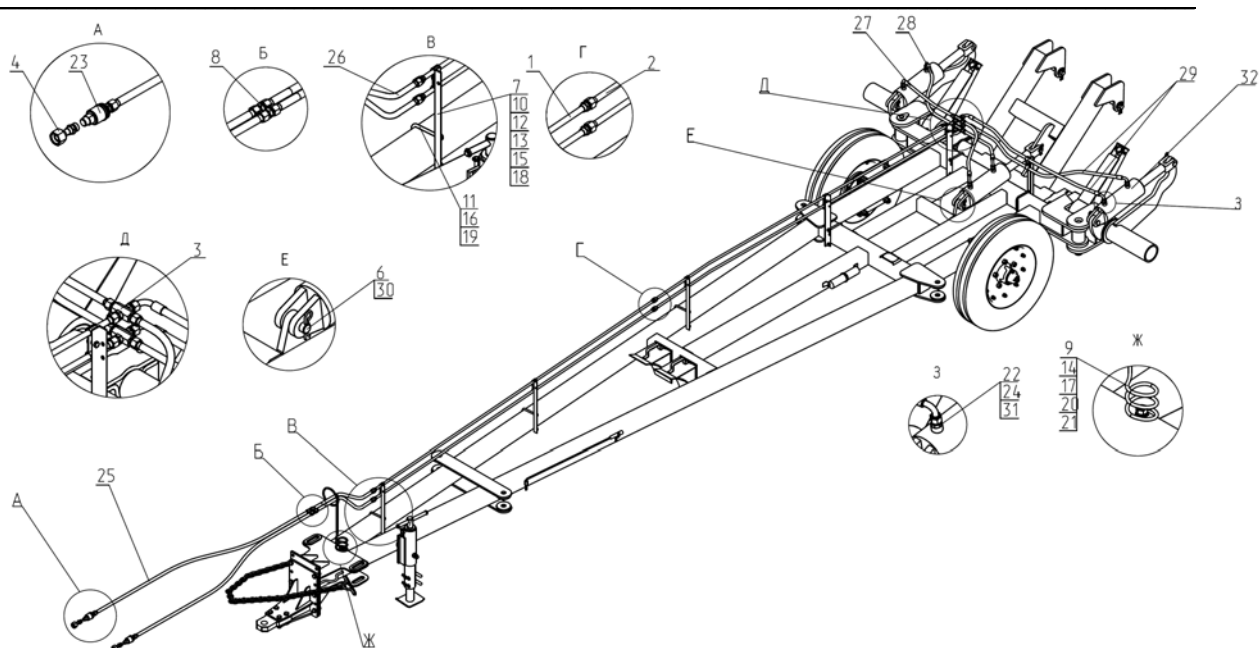

Рис.16. ЛДГ 04.000 Гидросистема.
2.33. Гидросистема(Рис. 16) служит для подъема дисковых батарей в транспортное положение и опускание батарей в рабочее положение.
2.34. Гидросистема лущильника (Рис. 16) состоит из трубопроводов 1 и 2, рукавов высокого давления 25,26,27,28 и 29, гидроцилиндров ЦГ-100.50х200.01(поз. 32).
24.Расположение центра масс	см. рис. 16а
Рис.16а Расположение центра тяжести луцильника.
- отсоединять луцильник в транспортном положении от трактора без установленной стояночной опоры (рис.16а) на снице;